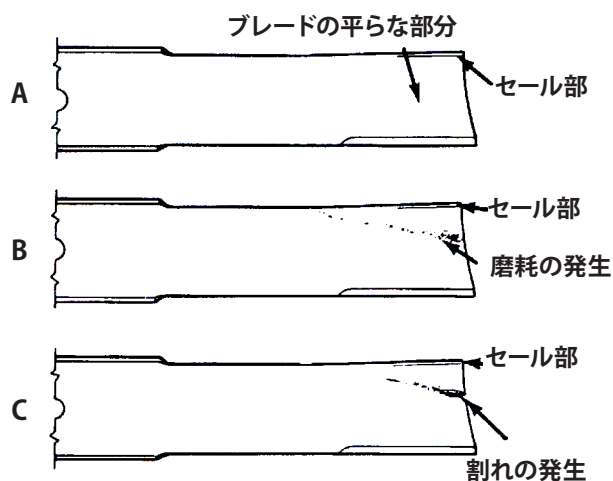

図14
2. ブレードの切っ先を注意深く観察、特に、直線部と曲線部が交わる部分をよく観察する (図14-A)。この、直線部と曲線部の交差域は、砂などによる磨耗が進みやすい部分なので、機械を使用するまえによく点検することが必要。磨耗が大きい場合には (図14-B) 危険であるから交換する；14ページ「ブレードの取り外し」を参照。
ブレードの磨耗が進むと、セールと平たい部分との間に割れ目が発生し、(図14-C)、最終的にはブレードがちぎれてハウジングの下から飛び出し、これがオペレータや周囲の人に重大な人身事故となる。